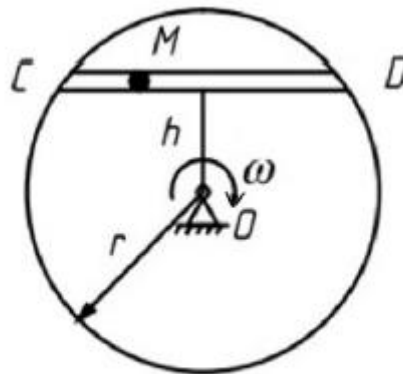

Рис. 2.2
2. Диск радиусом  $r=32$  см вращается с постоянной угловой скоростью  $\omega=2$  рад/сек вокруг оси, перпендикулярной к плоскости диска и проходящей через его центр. По прямолинейному пазу  $CD$  движется ползун  $M$  по закону  $s=CM=2\sqrt{3}t^2$  ( $s$  – в см,  $t$  – в сек); расстояние паза от центра диска  $h=16$  см (рис. 2.2). В момент, когда ползун достигает конца  $D$  паза, определить: 1) абсолютную скорость ползуна; 2) его абсолютное ускорение.